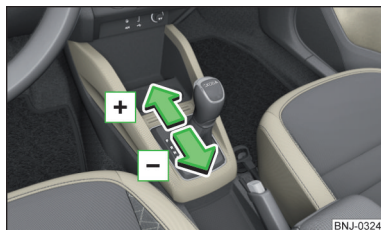

Fig. 214
- Para **subir la marcha**, pulsar la palanca selectora hacia adelante **+** » fig. 214.
- Para **bajar la marcha**, pulsar la palanca selectora hacia atrás **-** » fig. 214.